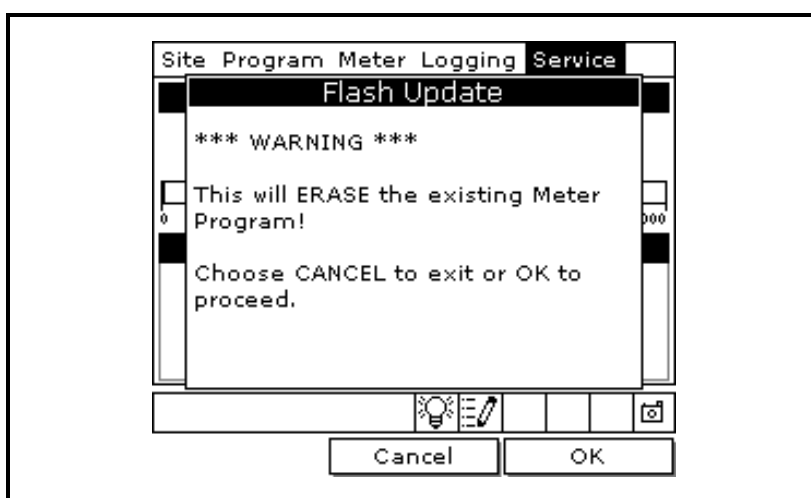

图 5-5 : Flash Update (闪存更新) 窗口
3. 使用方向键滚动至 Flash Update (闪存更新)，然后按 [ENTER] (进入)。此时将出现类似于下图 5-5 的屏幕。